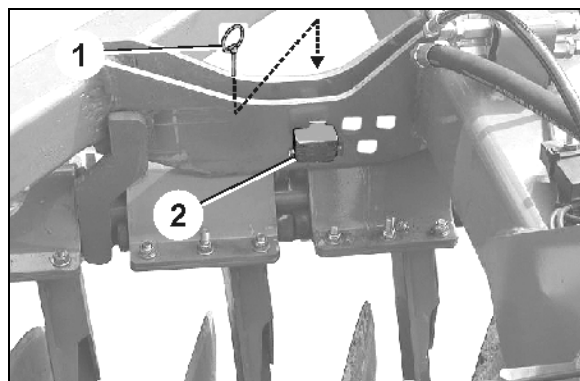

Fig. 18
1. Desfaceți șplintul (Fig. 18/1).
2. Introduceți excentricul (Fig. 18/2) în poziția dorită.